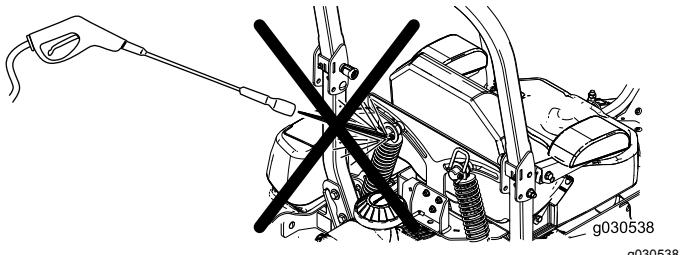

Figura 109
**Nota:** No limpie los conjuntos de amortiguador con agua a presión (Figura 109).